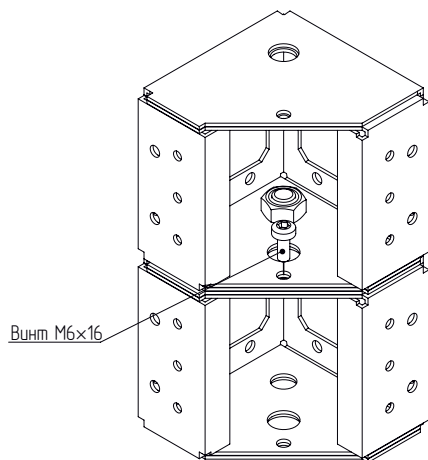

Рисунок 11
4.2.2 Зафиксировать углы цоколя от проворачивания с помощью винта М6×16 (рисунок 11). Момент затяжки – 7 Н·м.